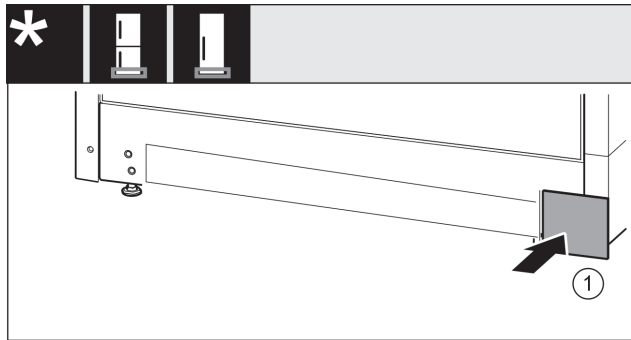

Fig. 33
- Abdeckung Fig. 33 (1) auf der anderen Seite wieder aufsetzen.